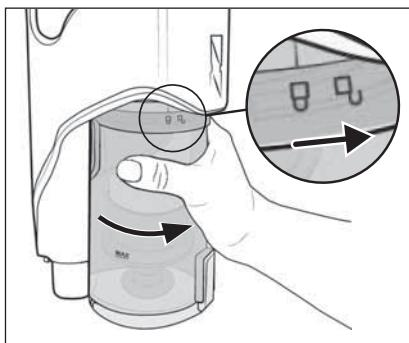

Abb. 23
- 8) Setzen Sie den Staubbehälter **6** wieder in das Gerät und drehen Sie ihn in Richtung des Symbols (schließen), bis er fest im Gerät sitzt (siehe Abb. 23).